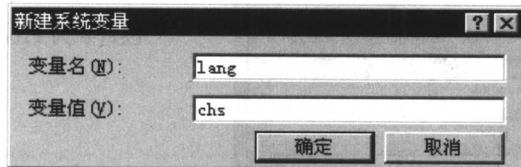

图 1.1.1 “新建系统变量”对话框
Step5. 在如图 1.1.1 所示的“新建系统变量”对话框中, 创建“变量名”为 lang、“变量值”为 chs 的系统变量。